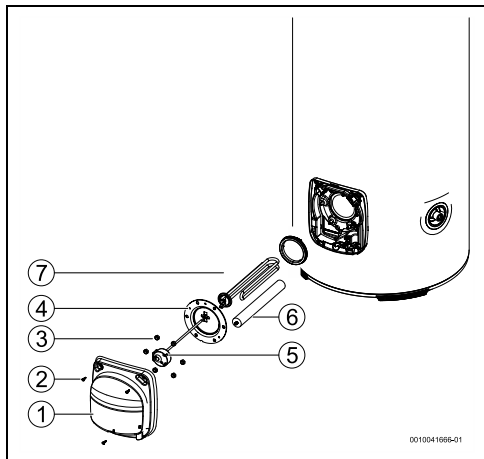

Fig. 8
- ▶ Ajustar el termostato a la temperatura máxima, girar el controlador de temperatura hacia la izquierda hasta que se detenga (→ fig. 8)